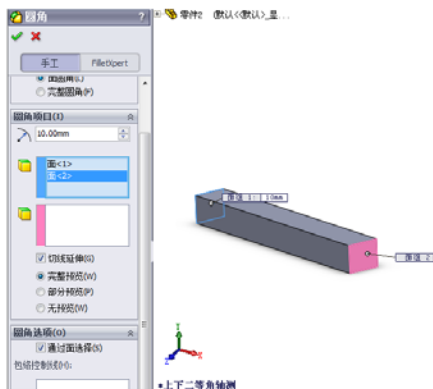

图 4-27 选择要混合的面
6. 选择图形区域中要混合的第二个面或第二组面, 所选的面将在第二个图标右侧的显示框中显示(如图 4-27 所示)。